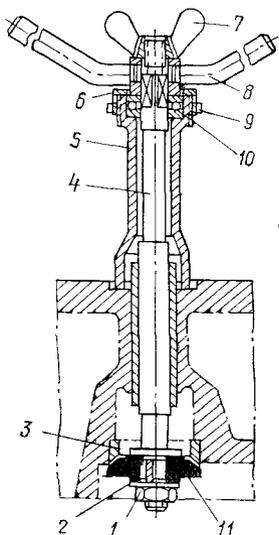

Рис. 117. Приспособление для обработки рабочей фаски седла клапана:
1) седла клапанов в головке блока, посадку седел в головке и состояние рабочих фасок. При слабой посадке седло выпрессуйте из гнезда, подрежьте с торца меньшего диаметра конуса и вновь запрессуйте. Подрезку седла по высоте производите не более чем на 0,4 мм. Если рабочая фаска седла имеет износ, а после подрезки седло глубоко садится в расточку головки, замените его. Раковины и выработку на рабочих фасках выведите специальной фрезой (рис. 117);